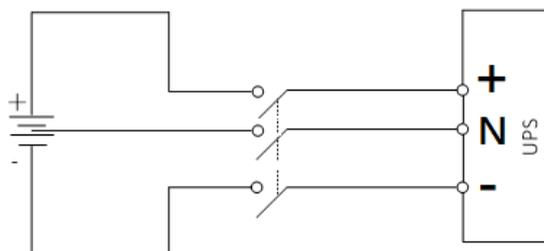

图 6-12 电池、BCB 和 UPS 的接线图 (电池端三线连接, 30 节 ~ 44 节电池)
2. 推荐使用直流断路器, 断路器直流额定电压要满足分断电压不小于电池端总电压。电池、BCB 和 UPS 之间的连接参照图 6-12。